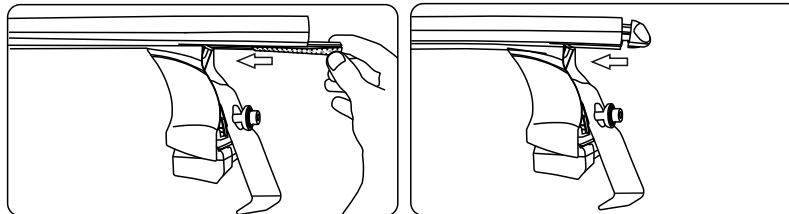

рис. 15
1.2.11 Установите в пазы оставшиеся соответствующие части линеек. На торцы дуг установите заглушки, входящие в комплект дуг (рис. 15).